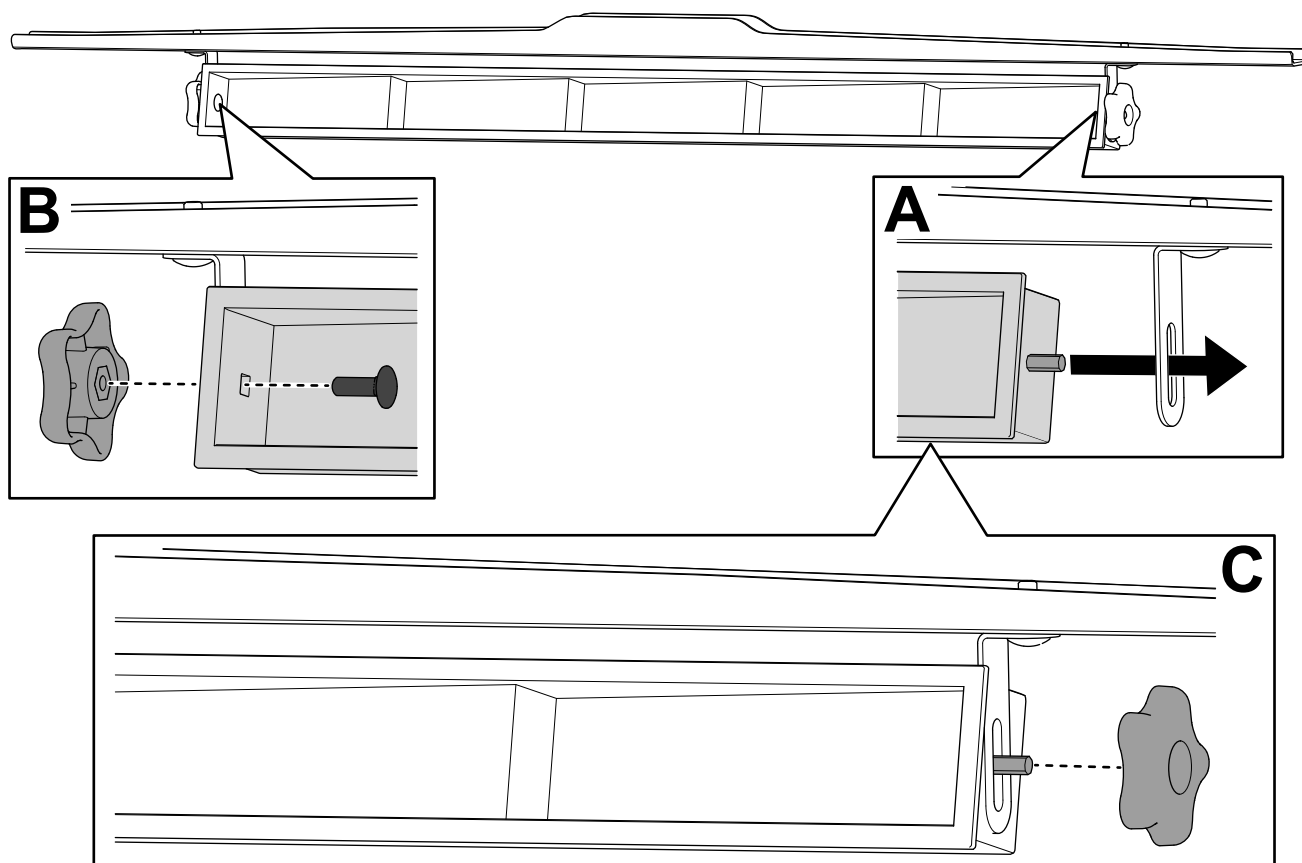

Figura 6
1. Deslice el retrovisor sobre el soporte (Figura 6, A).
2. Sujete el lado izquierdo del retrovisor panorámico al soporte del retrovisor usando un perno de cuello cuadrado ($\frac{1}{4}$ " x $\frac{3}{4}$ ") y un pomo de sujeción (Figura 6, B).
3. Sujete el lado derecho de retrovisor panorámico usando un pomo de sujeción (Figura 6, C).